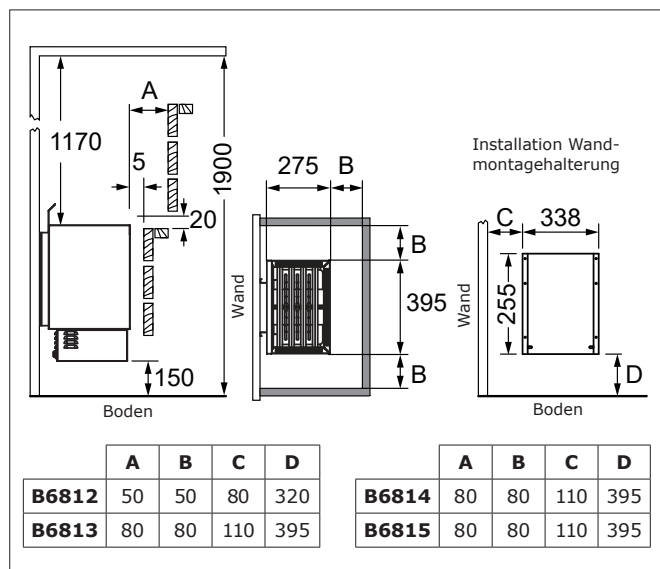

Abb. 1
Beachten Sie die aus Sicherheitsgründen vorgeschriebenen Mindestabstände (siehe Abb. 1).
Mindestabstände in Abb. 1 einhalten!
- Abstand zwischen Ofen und der Kabinenwand: **siehe Abb. 1 (B)**
Abstand zwischen Ofen und der oberen Sitzbank: **siehe Abb. 1. (A)**
- Abstand zwischen Ofen und Ofenschutz: **siehe Abb. 1 (B)**